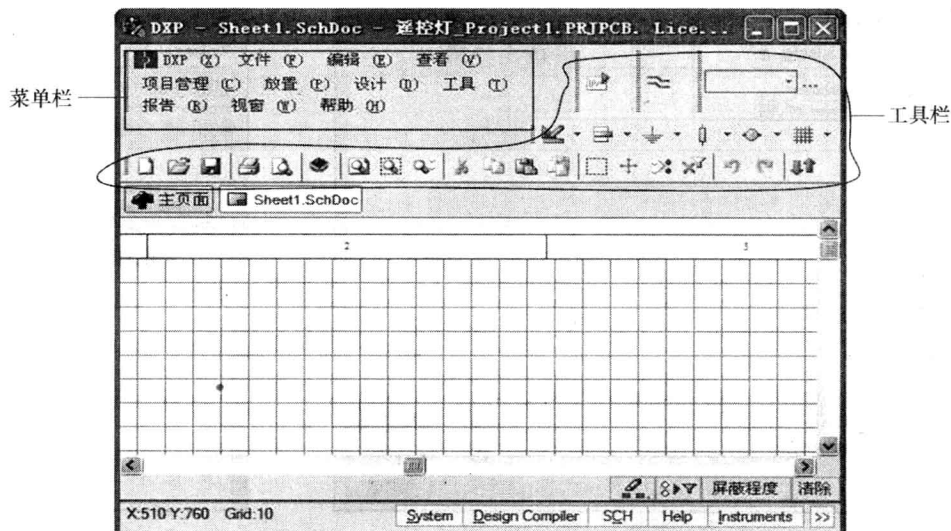

图1-19 创建的原理图设计文件
② 创建的原理图设计文件 (默认的文件名为 Sheet1.SchDoc) 如图 1-19 所示。